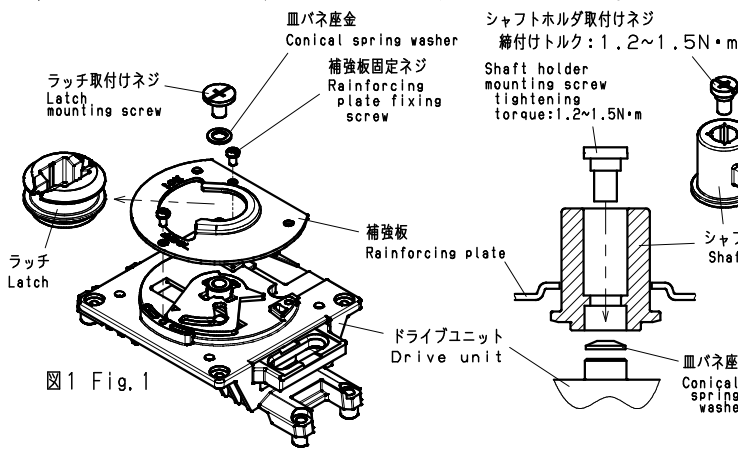

図1 Fig. 1
(1) ラッチの取外し (図1)
1. Mounting procedure (Fig. 1)